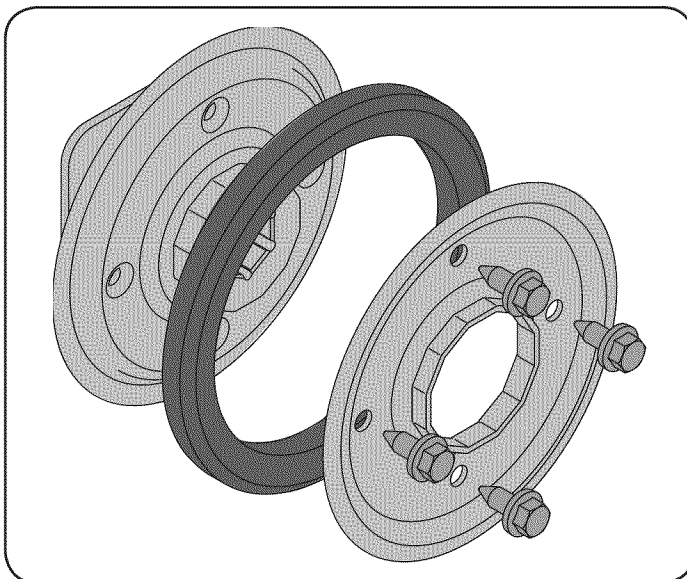

Figura 36
1. Saque los cuatro tornillos que mantienen unidas las placas laterales de la rueda de fricción. Vea la figura 36.